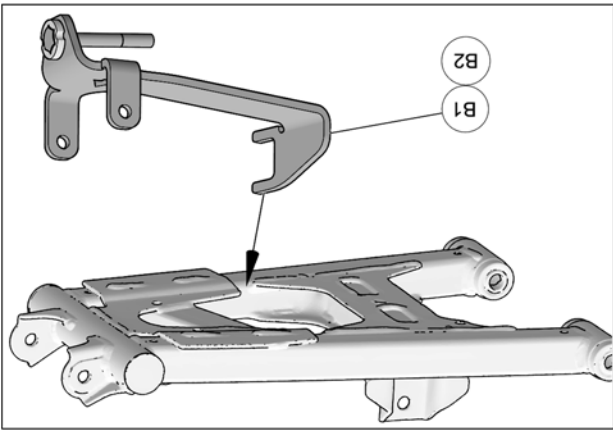

Fig. 7
6. Placer l'ancrage (B1-B2) sous le bras de suspension inférieur et accrocher la partie arrière de l'ancrage en forme de C au membre du bras de suspension qui fait face à l'avant. Voir la Fig. 7